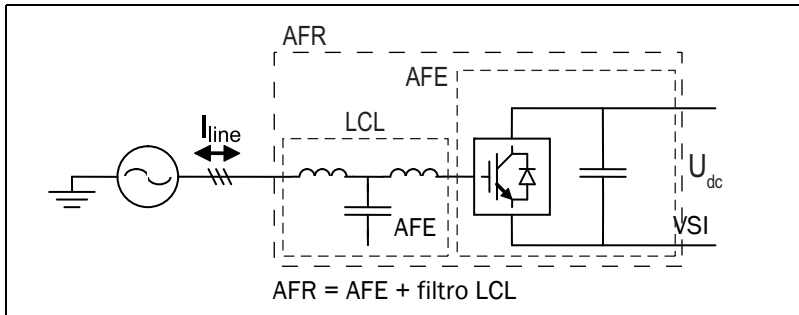

Fig. 3 AFR
El AFR consta de un módulo electrónico de potencia (AFE) Emotron conectado a la red a través de un filtro LCL, como se muestra en Fig. 3. El objetivo principal del AFR de Emotron es rectificar la tensión de alimentación CA en tensión de bus DC o regenerarla desde los VSI (inversor para motor). También mantiene el contenido de armónicos de corriente intercambiados con la red a un nivel bajo, manteniendo el THD(I) por debajo del 5 %. AFR ofrece funciones AFE estándar como: